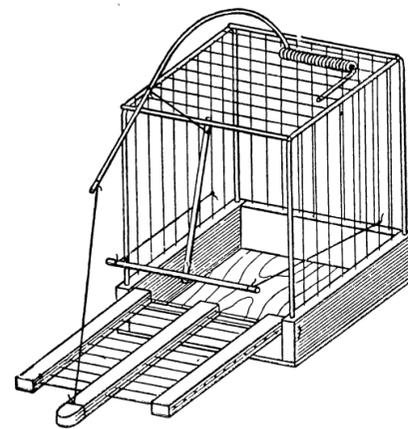

Рис. 24. Общий вид заряженной западни
**Западня.** Наиболее просто сделать западню с одним отделением (так называемый «хлопок», рис. 24). Делают ее так. Прежде всего из деревянных планок и фанеры изготовьте основу размером примерно 12×12×3 см (рис. 25 А). Передняя стенка ее должна быть на 1 см ниже трех других. В верхней поверхности задней и боковых стенок высверлите по ряду отверстий глубиной 1,5 см и диаметром, равным имеющейся в запасе тонкой, но прочной проволоке. Четыре угловых отверстия должны быть несколько больше. В них туго вставьте боковые стойки каркаса, изготовленные вместе с передними и задними поперечными перекладинами из одного куска проволоки. Длина каждой стойки равна приблизительно 13,5 см, а поперечной перекладины — 12 см. Таким образом, общая длина проволочной заготовки составляет 39 см.
После этого верхний конец средней рейки соединяют суровой ниткой со свободным плечом пружины. Спусковой механизм ловушки очень прост. Он состоит из двух тонких палочек, к которым привязаны отрезки суровых ниток (рис. 27). Нитки «а» привязывают к боковым прутьям западни, ближе к ее задней стенке, нитку «б» — к середине свободного плеча пружины. Конец пружины соединяют ниткой с дверцей (рис. 24). Птица, садясь на поперечную жердочку, освобождает пружину, и дверца захлопывается.